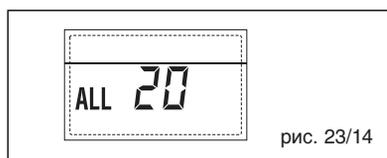

рис. 23/14
– НЕПОЛАДКА ПОЛОМКИ ДАТЧИКА ПОДАЧИ ПЕРВОЙ СМЕШАННОЙ ЗОНЫ “ТРЕВ 21” (рис. 23/15)